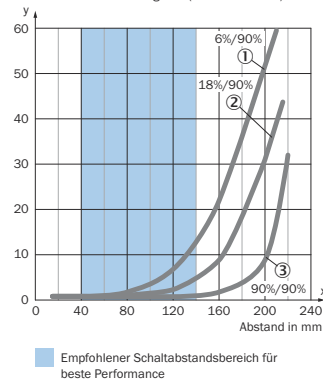

Abbildung 5: Kennlinie
Die minimale Distanz (= y) für die Hintergrundausbldung kann aus dem Diagramm [Abbildung 5 ①] wie folgt ermittelt werden: